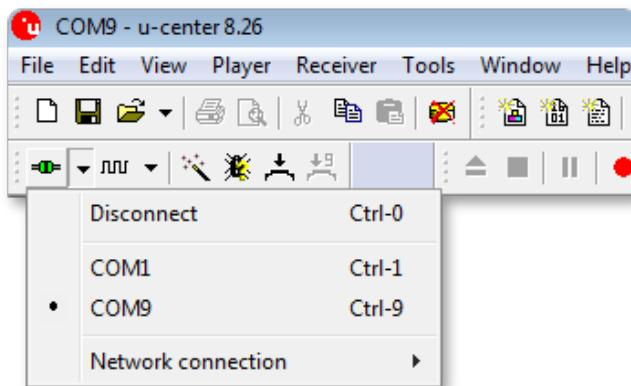

Рис. 38. **u-center** - меню выбора подключения
3. Выполните конфигурацию соединения программы с модулем. Для этого выберите COM-порт (рис. 38) к которому подключено устройство.